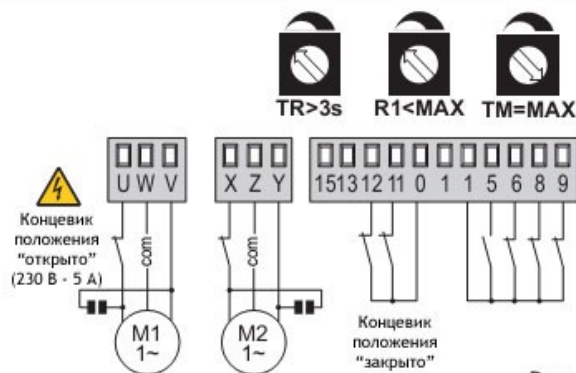

Рис. 5.3
- **Створки ворот останавливаются у механических концевиков и изменяют направление движения при обнаружении препятствия (Рис. 5.3)**